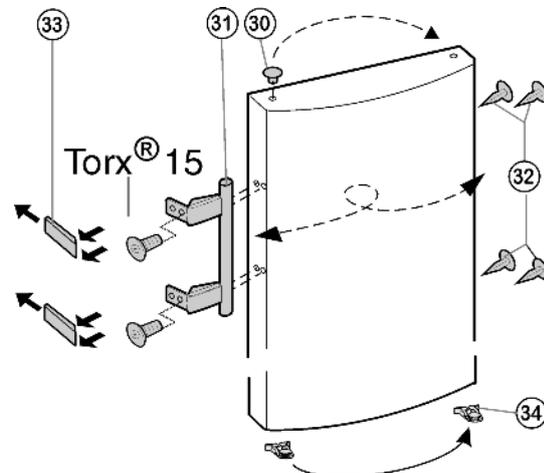

Fig. 9
- ▶ Faire déclipeter le crapaud élastique Fig. 9 (34) hors de la porte et le placer du nouveau côté de la charnière.
- ▶ Enlever le bouchon Fig. 9 (30) du coussinet de la porte et le mettre de l'autre côté.
- ▶ Démontez la poignée de porte Fig. 9 (31), le bouchon Fig. 9 (32) et les plaques d'appui Fig. 9 (33) puis les repositionner sur le côté opposé